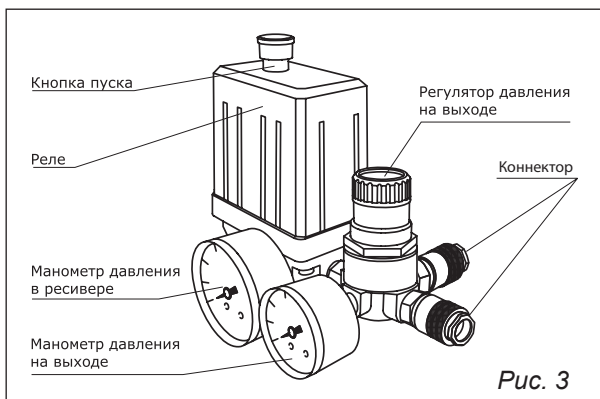

Рис. 3
6.3. Запуск компрессора (рис. 3)